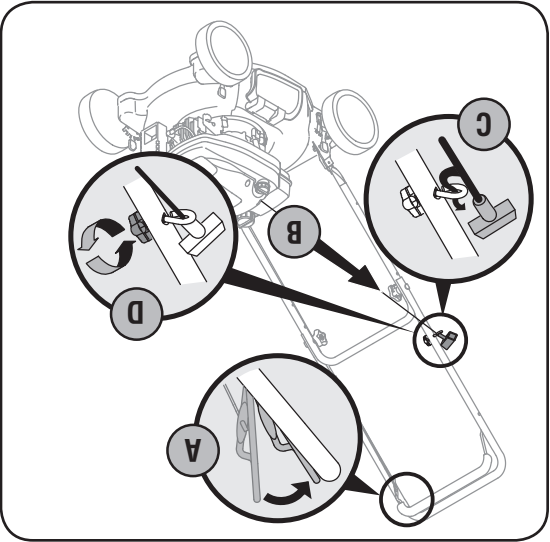

Figure 3
- Installation du guide de la corde. Voir la Figure 3.